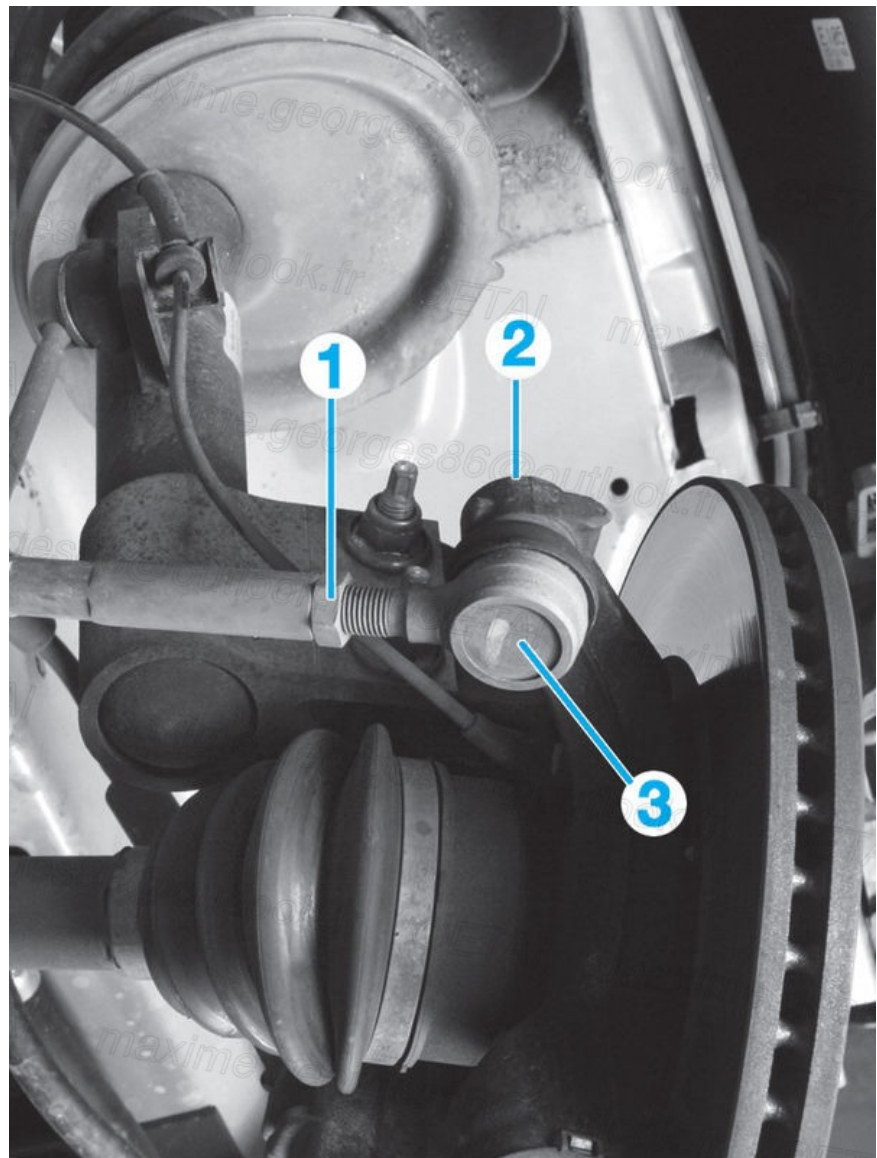

Fig.8
- Desserrer le contre-écrou (1) (Fig.8)